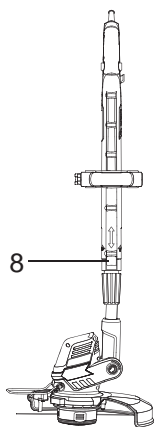

Fig.23
- > Para aparar arestas, puxe o botão de bloqueio (8) e rode a pega, esta enquanto o botão for puxado poderá rodar até à posição 90°, 180° (Fig.23,24). Quando a pega estiver em posição, o botão bloquear-se-á no seu lugar. A pega apenas roda numa direção.